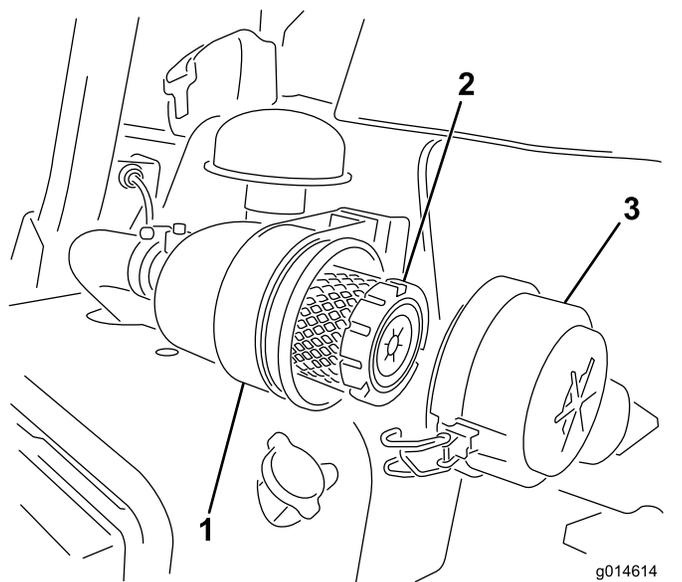

图45
1. 松开将空气滤清器盖固定到空气滤清器壳体上的门锁图 45。
6. 固定搭扣(图45)。